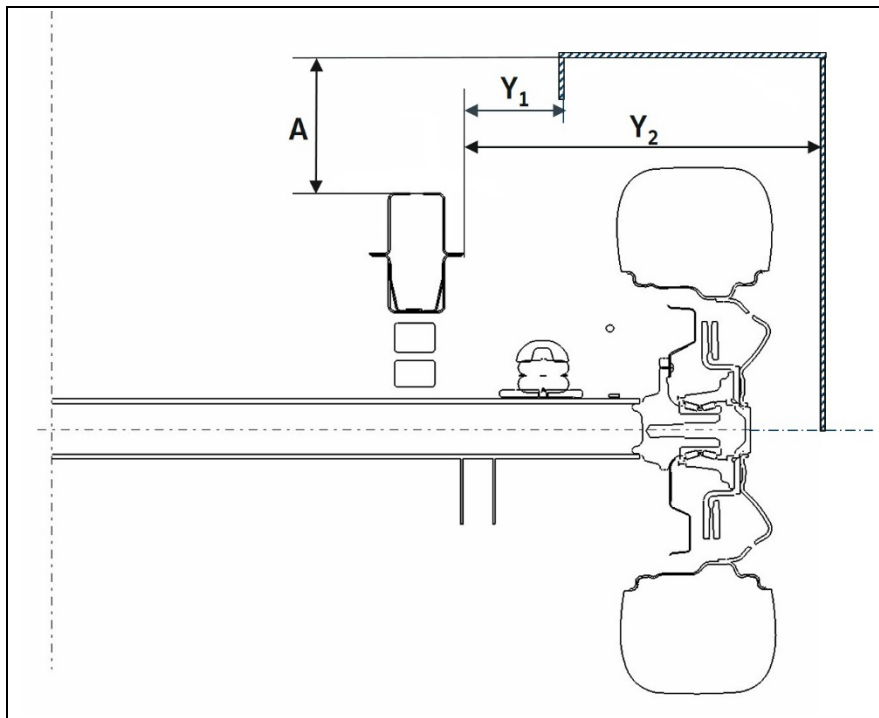

Fig. 4 : coupe A-A, garde de roue au revêtement de passage de roue max. jusqu'au centre de la roue
**Largeur minimale du passage de roue en cas de superposition jusqu'au milieu de l'essieu, mesurée par rapport au longeron du cadre. Voir fig. 4